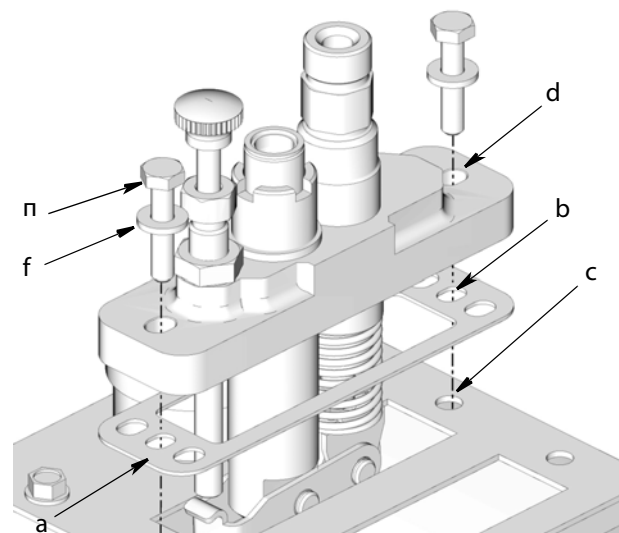

Рис. 1
2. Выверните прокладку (а) относительно выреза в верхней части крышки резервуара таким образом, чтобы отверстия (b) на двух краях прокладки совпадали с монтажными отверстиями (с) в крышке резервуара (Рис. 1).
5. Смонтируйте насос на резервуаре, совместив отверстия (d) на краях насоса с монтажными отверстиями (c) в крышке резервуара (Рис. 1).